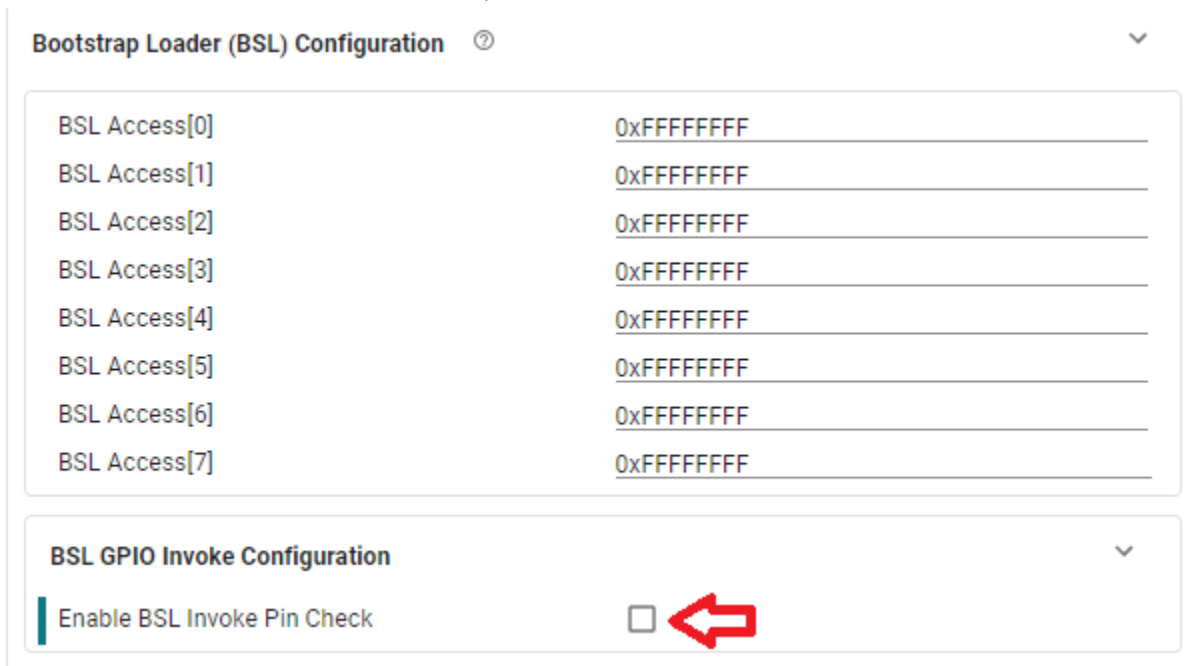

图 2-2. 禁用 PA18 BSL 调用函数
2. 禁用图 2-2 中显示的 PA18 BSL 调用函数，或选择图 2-3 中显示的另一个 BSL 调用引脚。